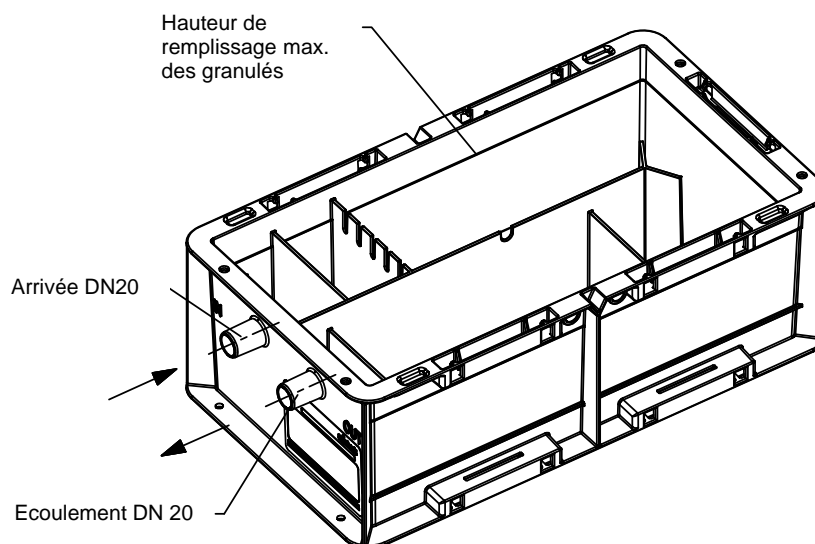

Fig. D-2 : Hauteur de remplissage des granulés N-14, N-70
- Ajoutez le neutralisant en granulés conformément aux fig. D-2, D-4, D-5 voire D-6.